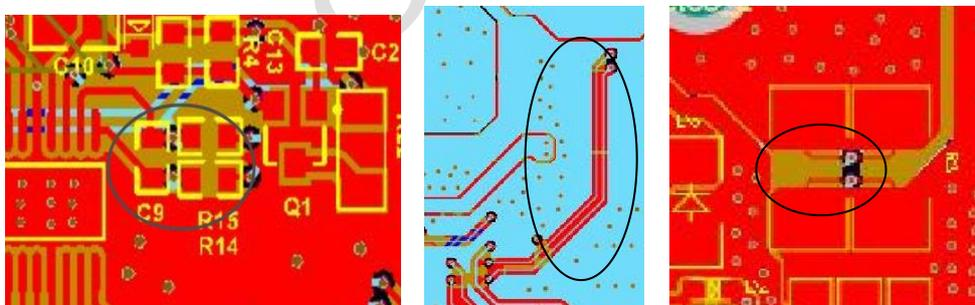

图12
4) 关于 11 和 12 脚检测电流走线，在实际应用上 11 脚电流检测线很容易和 FB 上拉电阻 VOUT 连接在一起，这样会导致限流不准，过流点不准！采样点必须从限流电阻的焊盘处引出，如图 12：